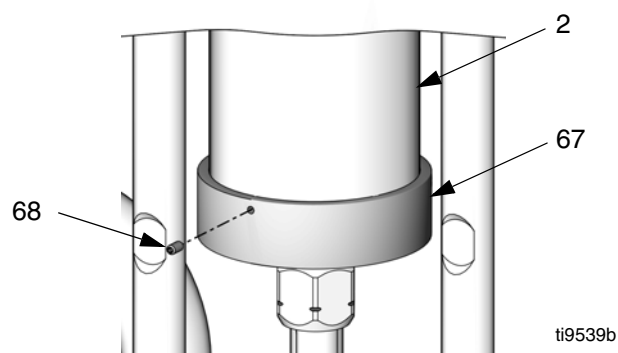

FIG. 8. Installation du collecteur
4. Faites fonctionner le moteur par à-coups pour déplacer le piston de coulisseau (9) vers le bas de la course, permettant ainsi la reconnexion de l'écrou d'accouplement (14).
5. Assurez-vous que les bagues (13) sont bien en place dans l'écrou d'accouplement (14).
6. Mettez une clé de 19 mm (3/4 po.) sur les méplats du piston de coulisseau (9) pour l'empêcher de tourner lorsque vous allez serrer l'écrou d'accouplement (14). Placez la clé de sorte qu'elle s'appuie sur l'une des barres d'accouplement (3) ou sur le pied. Serrez l'écrou d'accouplement (14) sur le piston de coulisseau (9) et serrez à un couple de 102-108 N•m (75-80 pi-lb).
7. Consultez la FIG. 8. Poussez le collecteur (67) vers le haut sur le bas du coulisseau (2) de manière à ce qu'il se positionne correctement. Installez les trois vis sans tête (68) en serrant avec les doigts.